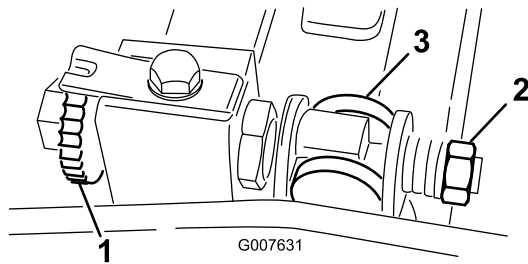

Figura 58
1. Gire el tornillo de ajuste de la barra de asiento, en el sentido contrario a las agujas del reloj, para alejar la contracuchilla del molinete (Figura 58).
2. Afloje la tuerca de tensado del muelle hasta que el muelle deje de presionar la arandela contra la barra de asiento (Figura 58).